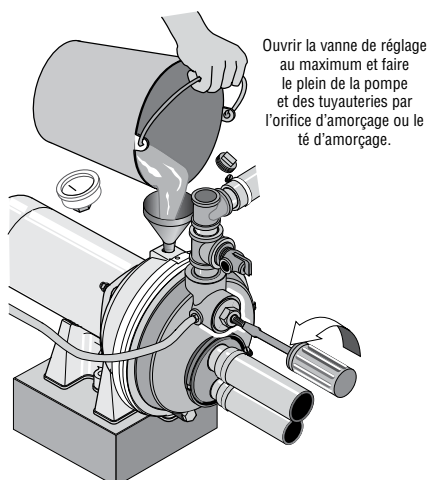

Figure 18 : Remplissage de la pompe
1. Ouvrir au maximum la vanne de réglage (voir la Figure 18), déposer le bouchon d'amorçage de la pompe, puis faire le plein de la pompe, de toutes les tuyauteries entre la pompe et le puits et s'assurer que toutes les tuyauteries du puits sont pleines d'eau. Si un té d'amorçage a été posé sur le tuyau d'aspiration, déposer le bouchon du té et faire le plein de la tuyauterie d'aspiration.